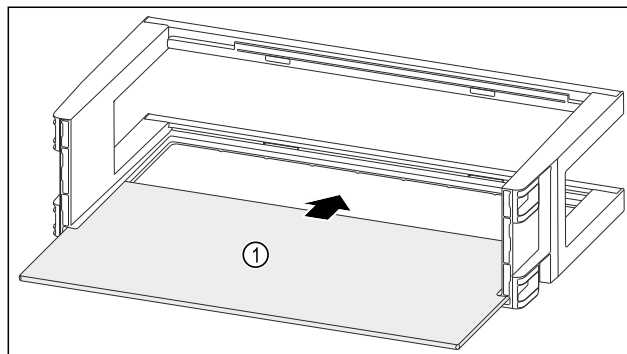

Fig. 124
- Inserire il ripiano Fig. 124 (1) negli incavi laterali.